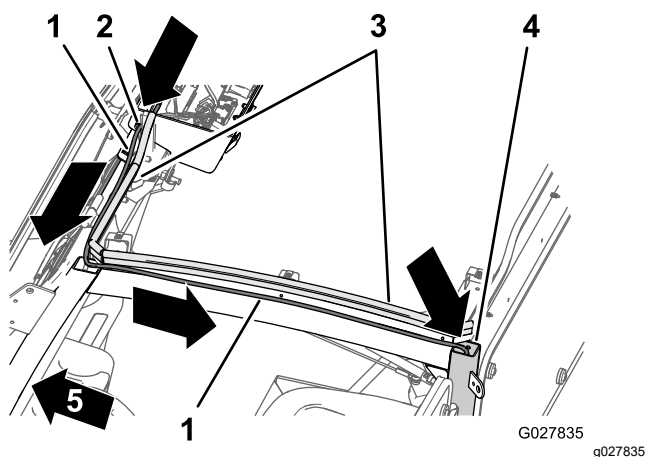

図 21
1. キャブのフレームの前部にある電球用シールに沿って、ホースを頭上コンソールの左側へ導く 図 21。
2. キャブの左側フレーム部材に沿ってホースを後部へ導く 図 21。